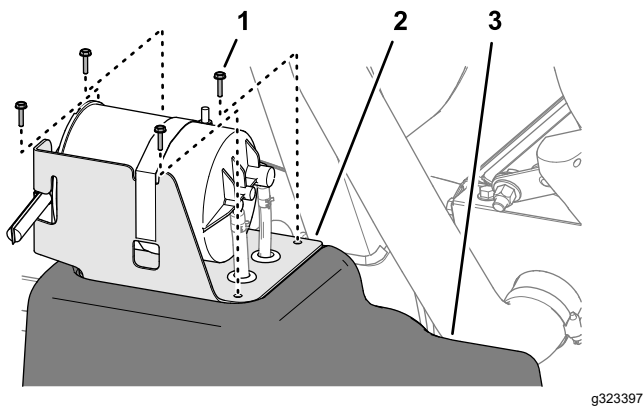

图 80
5. 将碳罐支架上的孔与油箱中的孔对齐 图 80。
6. 使用 4 个螺丝#10 x 3/4 英寸将支架安装到油箱上 图 80。